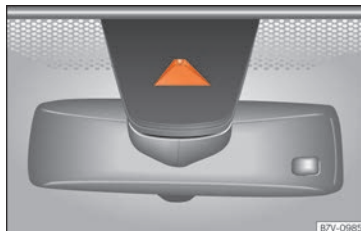

Fig. 268 En el parabrisas: área de campo visual de la cámara del sistema de aviso de salida del carril.
- Antes de iniciar la marcha verifique que el área de campo visual de la cámara no se encuentra cubierto » fig. 268.